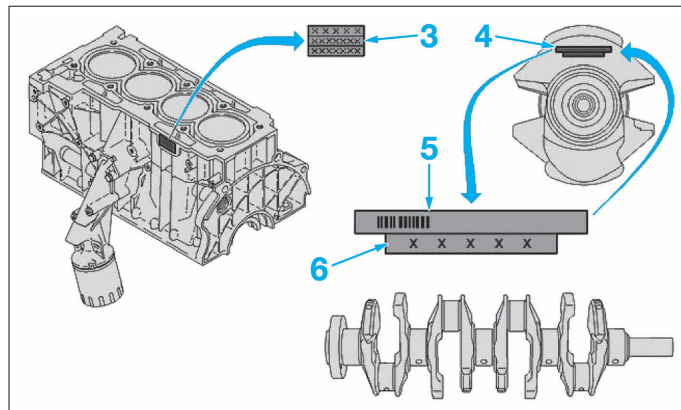

FIG. 14
Les classes des coussinets de palier de vilebrequin sont reportées sur le bloc moteur en (3) et sur le vilebrequin (côté distribution) en (4) (Fig.14).